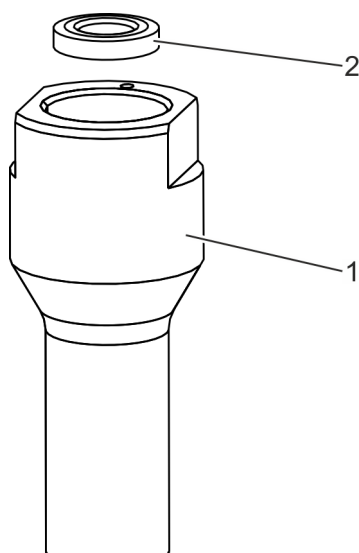

Fig. 22: Retirar el anillo de apriete
- Retire el anillo de apriete (Fig. 22/2) del cuello de unión (Fig. 22/1).